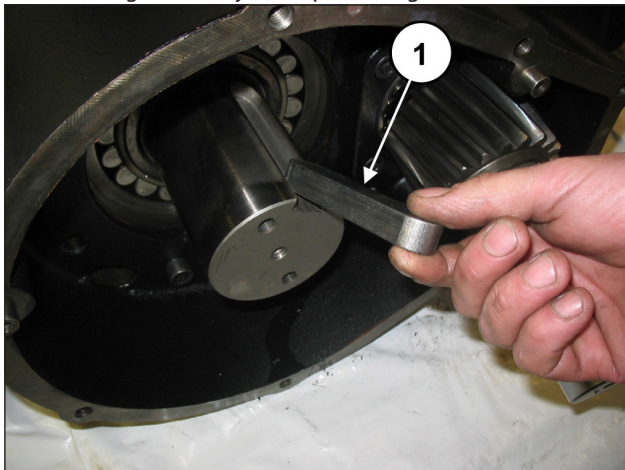

Fig. 13
Quitar la lengüeta del eje PTO (pos. ①, Fig. 13).